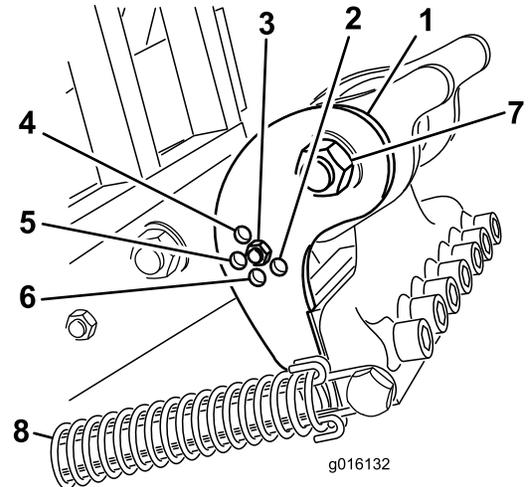

Figura 35
Impostate la staffa di inclinazione (Figura 35) nella posizione corretta, in funzione della lunghezza delle fustelle da utilizzare. Il punto di arresto della testa si imposta su una delle cinque posizioni predefinite, scegliendo il foro attraverso il quale viene imbullonata l'asta di regolazione. Questi fori consentono risultati predefiniti; ad esempio, utilizzando fustelle da 25,4 cm nella posizione da 30,48 cm si ottiene una finitura più leggera; dipende dall'applicazione.
3. Allentate la tensione della molla sulla testa delle fustelle (Figura 35).
4. Rimuovete il dado e il bullone presenti nei fori di regolazione della staffa di inclinazione (Figura 35).